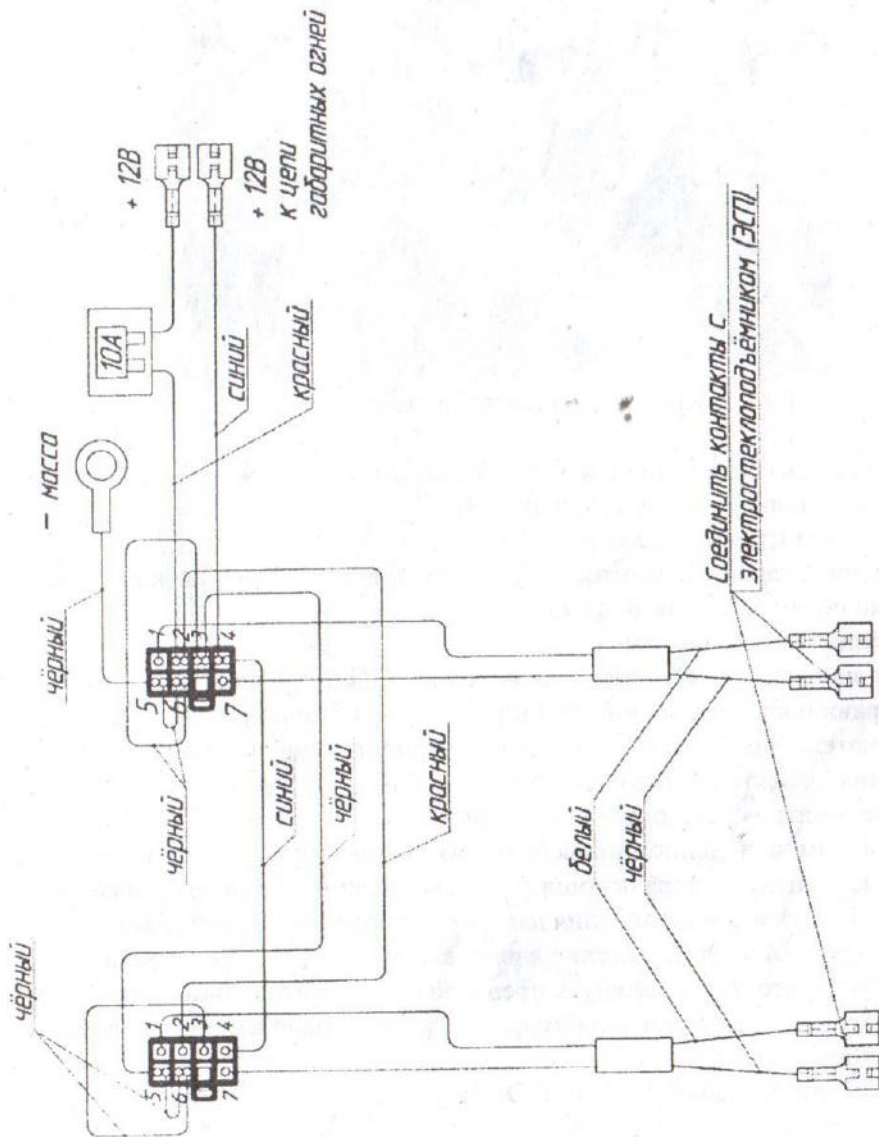

Рис. 3. Схема подключения электростеклоподъёмников к бортовой сети автомобиля.
6.6. Выбрать место установки переключателей, разметить и вырезать под них проемы по переходной рамке. Протянуть двухжильный провод по салону от места расположения переключателей до дверей, затем через стойки в полости дверей. Контакты на другом конце провода соединить с электродвигателем ЭСП (см. рис. 3). При необходимости изменения размеров жгута использовать провода с сечением не менее 0,75 кв. мм.
- 6.7. Выполнить соединения проводов питания и подсветки в соответствии со схемой подключения ЭСП (см. рис. 3).